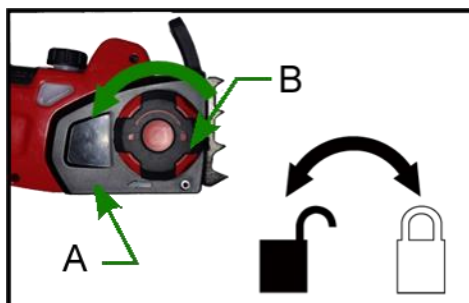

Fig. 4B
1. Allentare la manopola del coperchio laterale di alcuni giri (Fig. 4B).